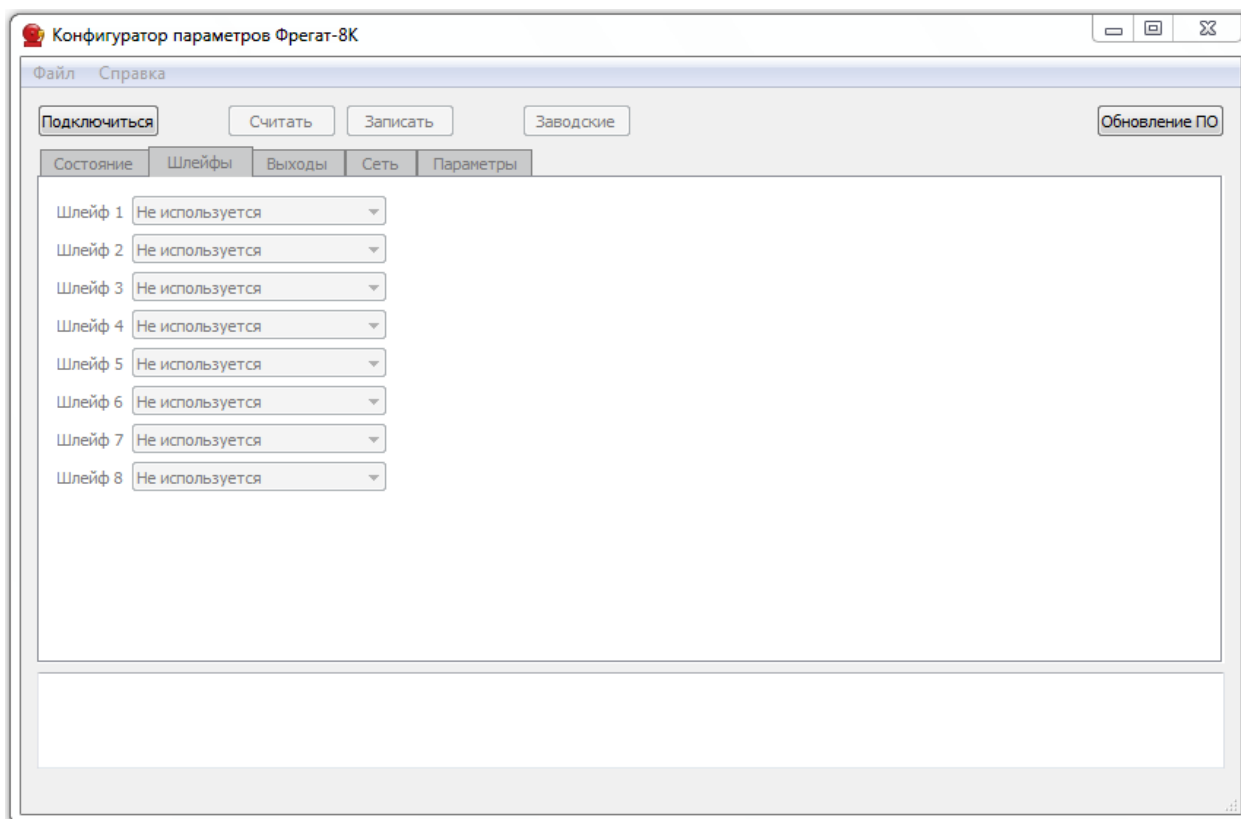

Рис. 6. Первоначальное окно после запуска программы
8.3. Первоначальное окно после запуска программы показано на рис.6.